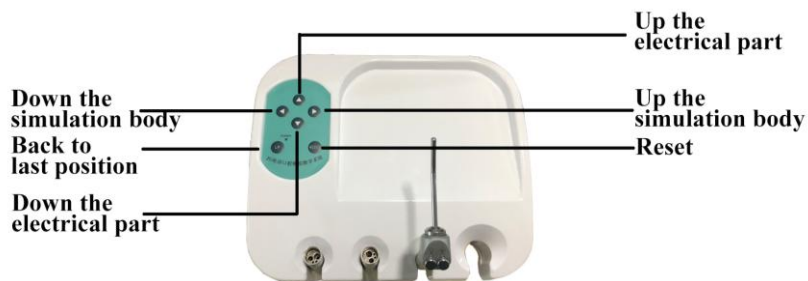

Figure 12
1. Консоль инструментов (рис. 12)